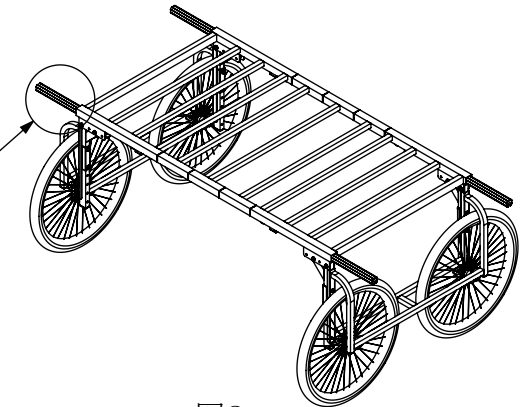

図2
- 荷台最大幅227cm(タイヤ最大幅235cm)です。207cm以下で使用の場合は、荷台端の中栓をはずし、幅広部品が荷台から外側へ出ますのでそのままご使用になるか切断してご使用ください。<図2参照>(切断してご使用の場合、伸縮パイプ幅広部品を荷台端部より2cm短くカットすると、取り外した中栓を再度取り付けることができます。)